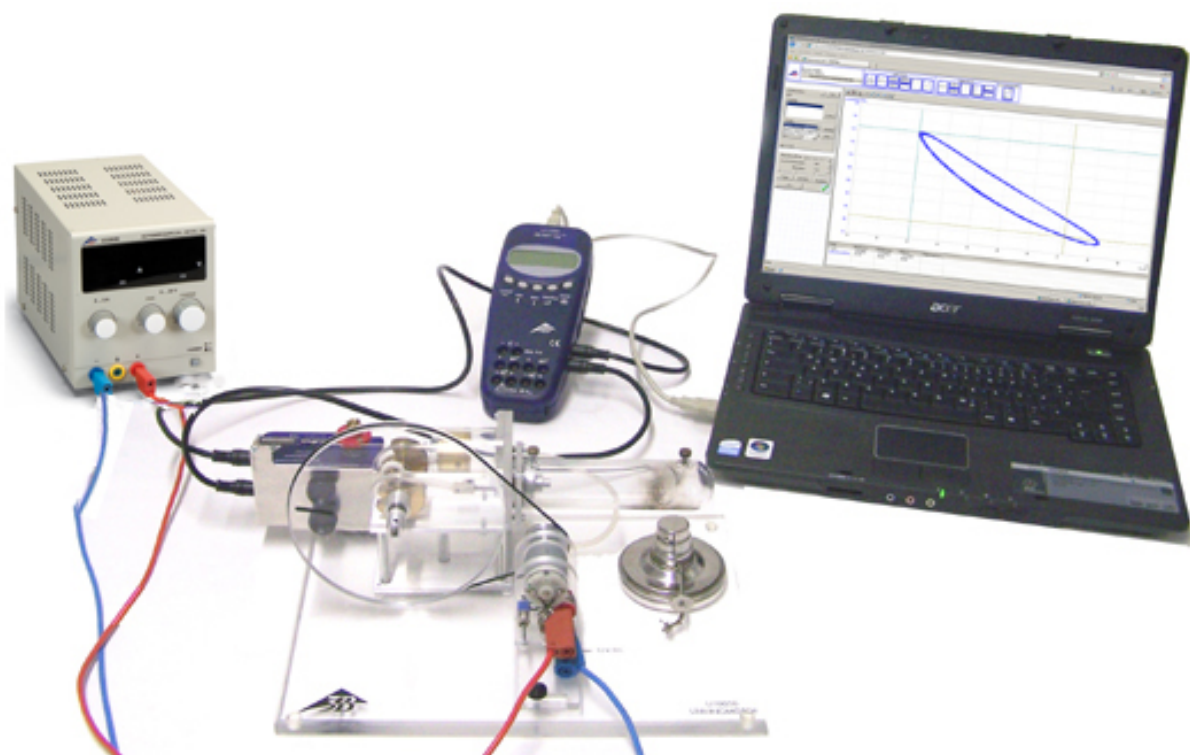

Fig. 4 Desenho do diagrama pressão-volume
- Conectar a conexão de mangueira “+“ do sensor de pressão relativa e a conexão do cilindro de trabalho do motor Stirling, por meio da mangueira do fornecimento do suporte de sensores (U11372) (vide Fig. 4).